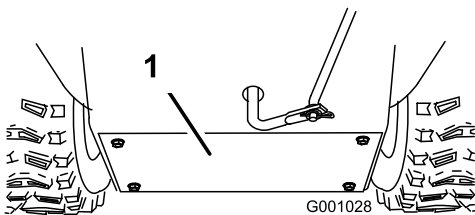

**Figure 53**
Graissez légèrement l'arbre hexagonal une fois par an avec de l'huile moteur de type automobile (Figure 53).
**Important:** Veillez à ne pas faire couler d'huile sur la roue en caoutchouc ou le plateau d'entraînement à friction en aluminium ou la transmission patinera (Figure 53).